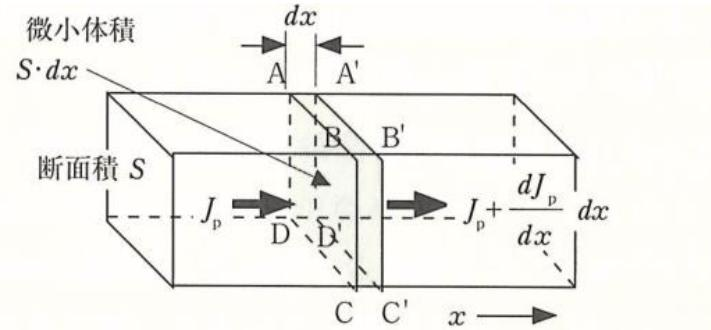

図 2.27 微少領域における電流の流入、流出および発生・再結合
- ・断面積 $S$ の $n$ 形半導体(図2.27)のホール(少数キャリア)を考える。